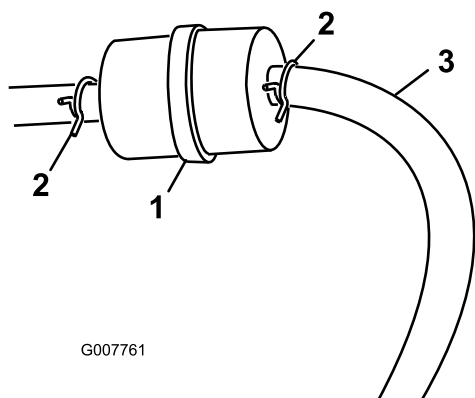

Figura 23
3. Aperte as pontas das braçadeiras de tubos e afaste-as do filtro (Figura 23).
5. Instale um filtro novo e coloque as braçadeiras junto ao filtro (Figura 23).
3. Desaperte a braçadeira de tubos no filtro de combustível e deslize-o para cima do tubo de combustível, afastando-o do filtro (Figura 23).
4. Desligue o tubo de combustível do filtro (Figura 23).
Nota: Deixe o combustível drenar para uma lata ou recipiente de combustível (Figura 23).
5. Instale o tubo de combustível no filtro. Deslize a braçadeira de tubos para perto do filtro de combustível para prender o tubo de combustível (Figura 23).